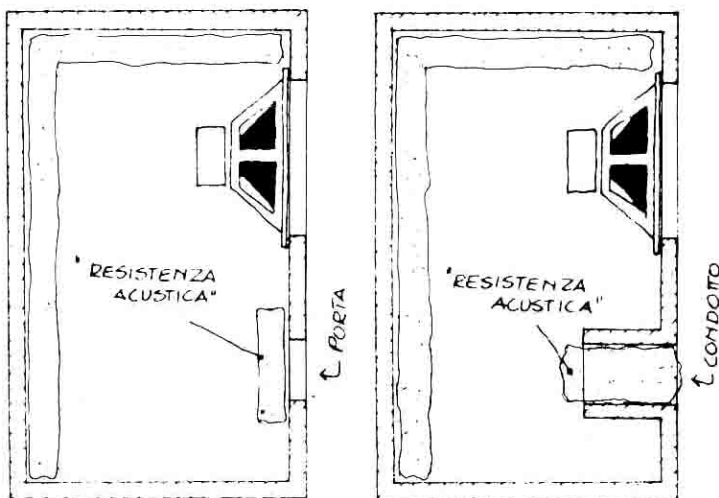

Fig. 56 - Costituzione del diffusore «aperiodico» (sezione verticale).
3.6 - Il «sistema aperiodico» od «a resistenza acustica» (Fig. 56)